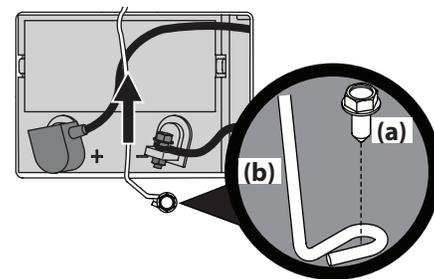

Figura 4-8
1. Extraiga el tornillo de la arandela hexagonal (a) que sujeta el soporte de sujeción de la batería (b) al marco. Luego levante el soporte de sujeción de la batería (b) para liberar la batería. Consulte Figura 4-8.